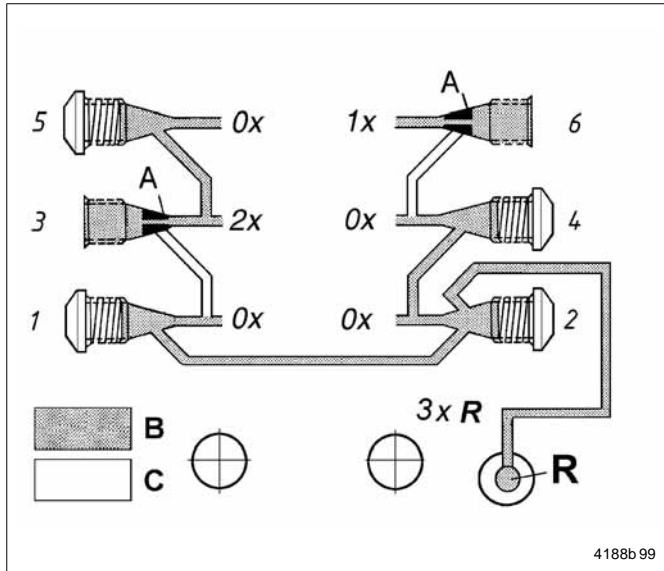

Abb. 1-4 Interne Rückführung von Schmierstoff
- Im QLS mit **hinten angebautem Verteiler** besteht die Möglichkeit, nicht benötigte Schmierstoffmengen vom Verteiler **intern** in den Behälter zurückzuführen (R, Abb. 1-4).
Wie in Abb. 1-4 dargestellt, fließen die Mengen der Auslässe 1, 2 und 4 (3xR) in den Behälter zurück.